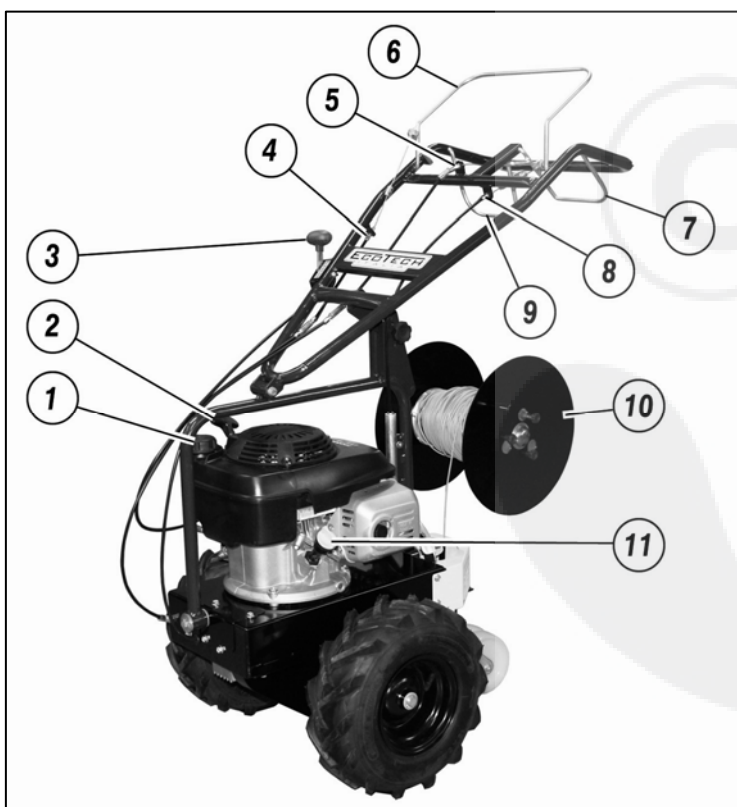

Fig.1
- Controlar que el nivel del aceite no esté por debajo del mínimo: desenroscar el tapón (fig. 1 n° 11), con un paño, limpiar la varilla de nivel y volver a enroscar el tapón. Desenroscar de nuevo y asegúrese de que el nivel esté comprendido entre las dos muescas de mínimo y máximo. Si el nivel está por debajo del umbral mínimo, añada aceite hasta obtener el nivel adecuado. (pedir el aceite apropiado a su vendedor de confianza).
- Controlar que todas las palancas estén en punto muerto (fig.1 n°6/n°9).
- Para poner en marcha el motor en frío posicionar la llave de paso del gas (fig.1 n° 3) en la posición START.
- Agarrar la manivela de puesta en marcha del motor (fig.1 n°2) y tirar enérgicamente. Esperar algunos minutos a que alcance la temperatura de ejercicio antes de llevarlo al régimen máximo.
Antes de iniciar el trabajo es necesario posicionar el cable en el enrollador correspondiente, regular la profundidad del enterrado, atar la extremidad del cable a un piquete, asegurarse de que no haya personas, animales o cosas de valor en un radio de al menos 15 metros, a continuación poner en marcha el motor y una vez caliente podrá iniciar el trabajo. Accionar hasta el fondo la palanca de acoplamiento rotación de la fresa (fig.1 n°9), embragar hasta el fondo la palanca de avance (fig.1 n°1) e iniciar el trabajo con la máxima prudencia. Leer atentamente la descripción de las operaciones abajo indicadas. Durante el verano o en presencia de terreno seco, se aconseja regar abundantemente el césped el día antes de efectuar el trabajo.
**¡LA MÁQUINA NECESITA EL RODAJE! DURANTE LA PRIMERA HORA DE TRABAJO LAS CORREAS SE AJUSTAN. CONTROLAR QUE LOS RESORTES DE TENSIÓN TRABAJEN SIEMPRE ADECUADAMENTE (fig.1 n°4/n°5).**
Para un uso adecuado de la máquina dada la variedad de los tipos de cable y de los tipos de bobinas en comercio, se aconseja enrollar el cable en el correspondiente recogedor (fig.1 n°10) usando la manivela del recogedor. Es importante enrollar el cable en sentido horario para garantizar durante el trabajo un perfecto desenrollado (fig. 2). En cambio, si desea usar las bobinas de cable ya enrolladas, se puede desmontar del recogedor la pared izquierda aflojando los tres pomos (fig. 3) y con una ligera rotación de la pared, colocar la bobina en el tubo del recogedor usando adaptadores, luego volver a montar la pared y apretar a fondo los tres pomos. Una vez colocado el cable en el recogedor, introducir la extremidad del cable dentro del tubo de la aleta (fig.4) hasta que salga algunos centímetros de la parte inferior.